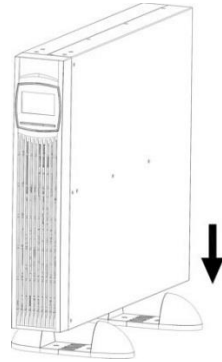

Abbildung 8: Installation Rack-To-Tower-Kombimodell als Tower
5. Zur Installation eines Rack-Tower-Kombimodells als Tower schieben Sie die USV-Anlage von oben in die beiden Füße (s. Abbildung 8). Achten Sie auf einen möglichst großen Abstand zwischen den Füßen, um hohe Stabilität zu gewährleisten. Bei Installation zusätzlicher Batteriepakete der Rack-Tower-Kombimodelle verwenden Sie die zusätzlichen Verlängerungen für die Towerfüße.